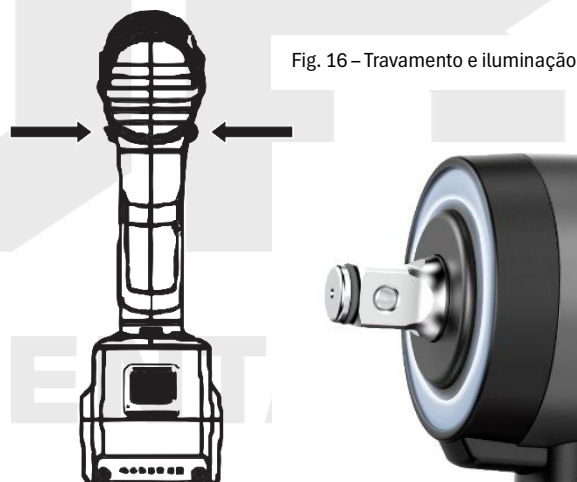

Fig. 16 – Travamento e iluminação
- c. **Botão de seleção de intensidade de iluminação.** Ele ajusta a intensidade do brilho do anel de LED, porém essa função só fica disponível quando o seletor de rotação se encontra na posição de travamento. Fig.16 do item 6.2.3 deste manual.
O anel de LED de iluminação liga sempre quando é acionado e apaga automaticamente quando o equipamento fica inativo. Durante a operação de Aperto e desaperto não é possível alterar a intensidade da iluminação, porém se ela estiver na função lanterna, na posição de travamento, Fig.16 item 6.2.3 deste manual, ela possui três níveis de intensidade de iluminação.